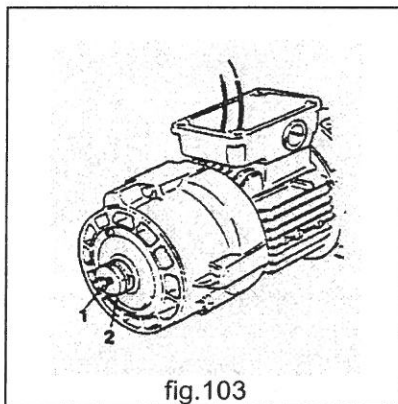

fig.103
- svitare il controdado **1** e la ghiera di regolazione **2** (fig.103) - **attenzione alla molla di pressione**